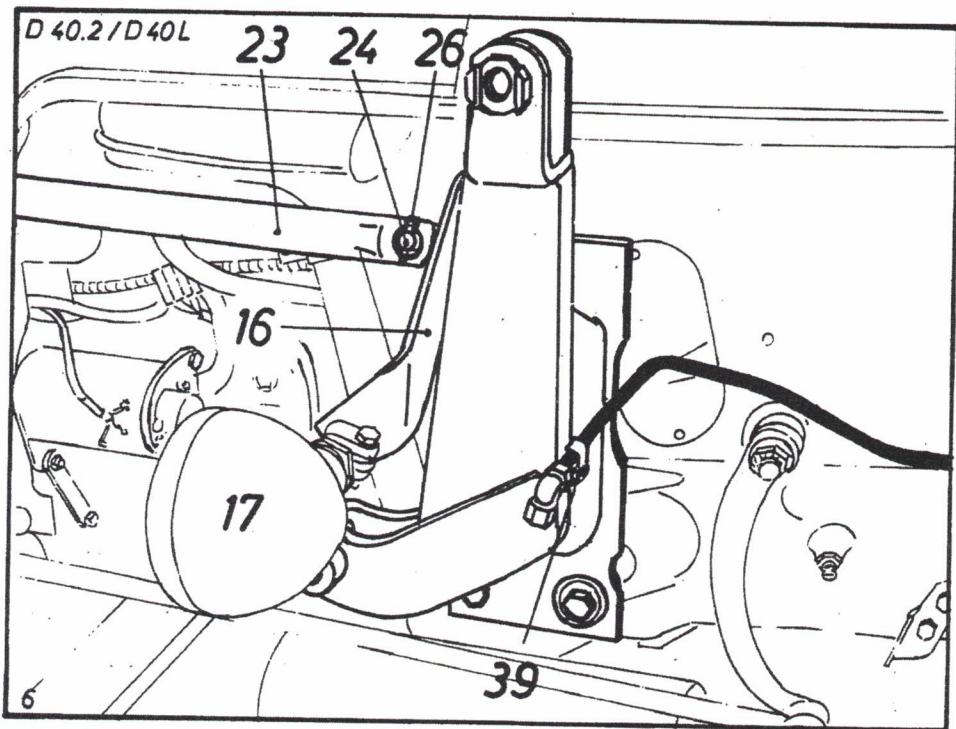

Bild 6
seits an der T-Verschraubung (35), andererseits mittels Bügel und Sechskantschraube M 6 x 25 (39) am Bock links anschrauben (Siehe Bild 6).